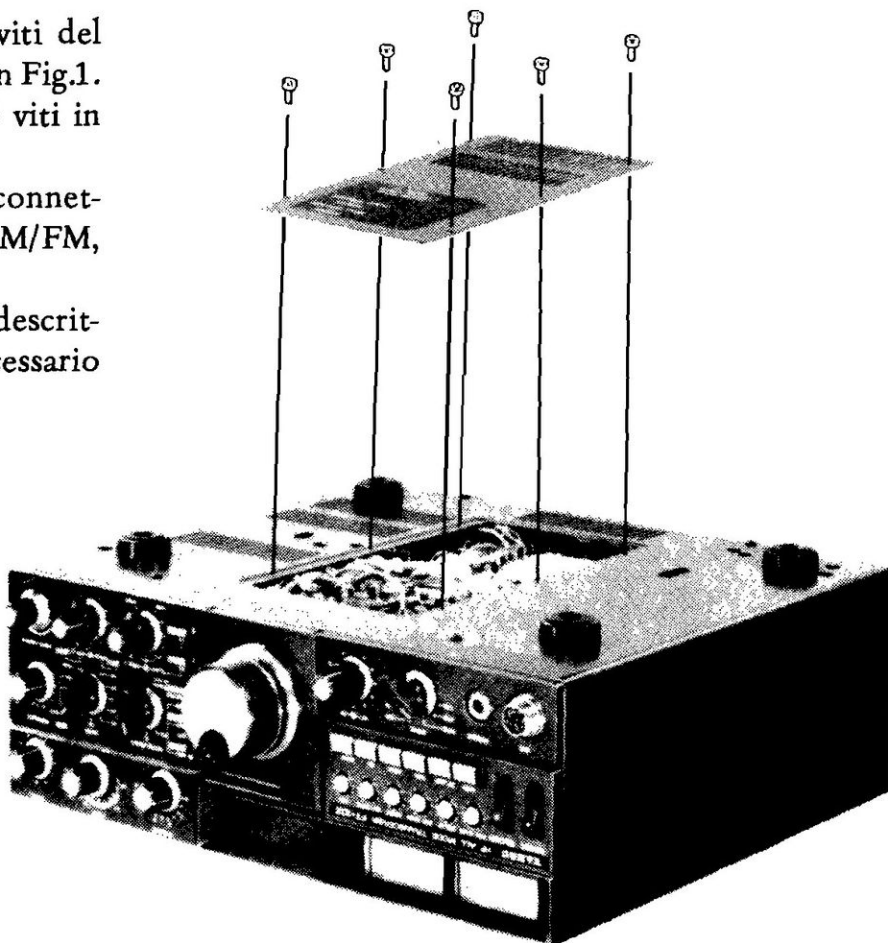

Figure 1
1. Capovolgere l'apparato e togliere le 6 viti del coperchietto inferiore, come illustrato in Fig.1.